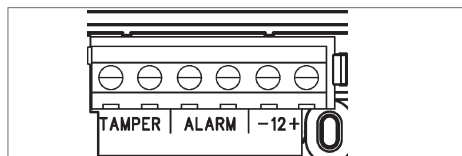

图 3.4: 端子排
2. 依次连接线缆到接线端子排,使用束带收紧线缆。防拆和报警触点为常闭,供电电源为12VDC。见图3.4。